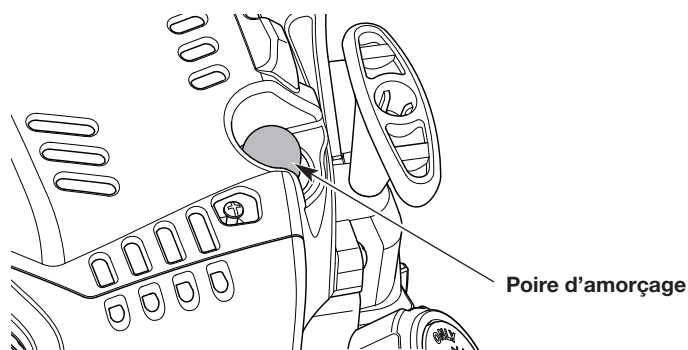

Fig. 8
3. Appuyez lentement et relâchez la poire d'amorçage à **10 reprises** (Fig. 8).